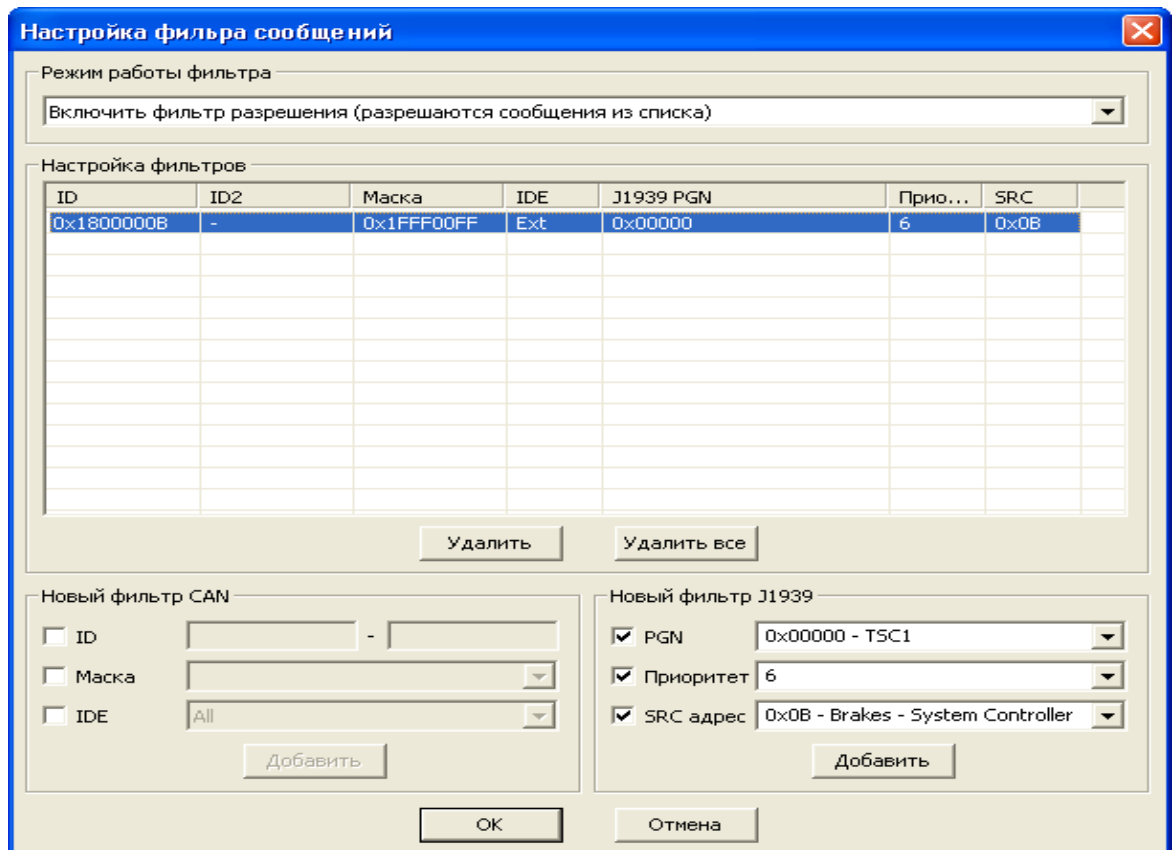

Рис. 8.3
8.3. Диалог «Настройка фильтрации сообщений» (рис. 8.3) предназначен для настройки фильтра принимаемых сообщений в сети CAN.